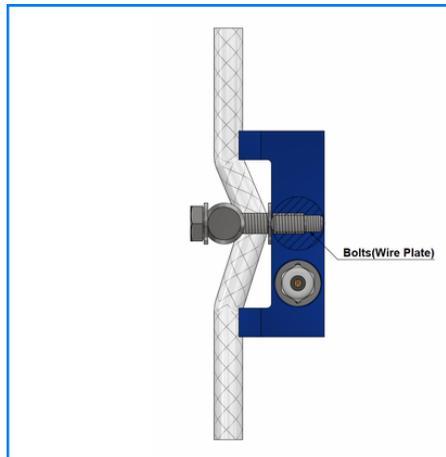

Abbildung 3
3. Ziehen Sie die Schrauben (Wire Plate) fest, bis die Drahtplatte einen festen Halt am Stahldraht hat, wie in Abbildung 3 dargestellt.